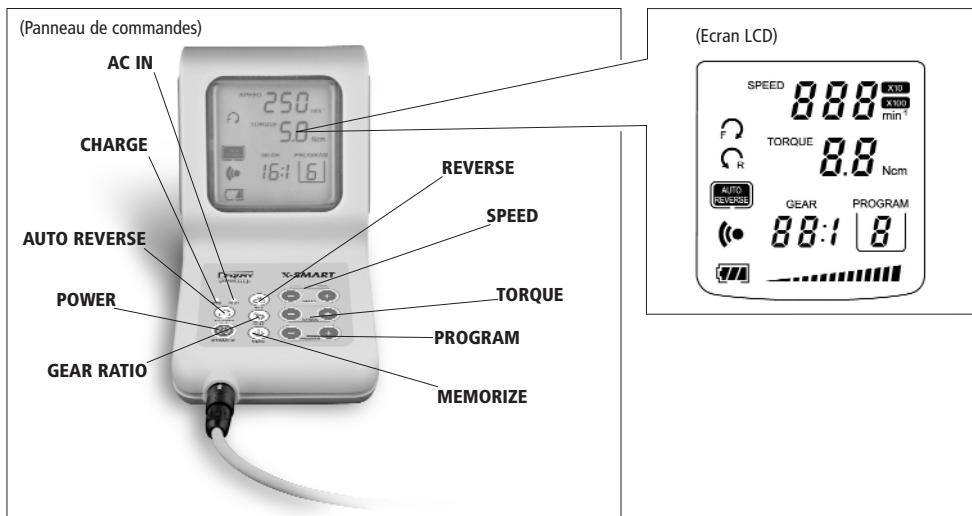

Fig. 2
- Voir Fig. 2 "Panneau de commande et écran LCD."